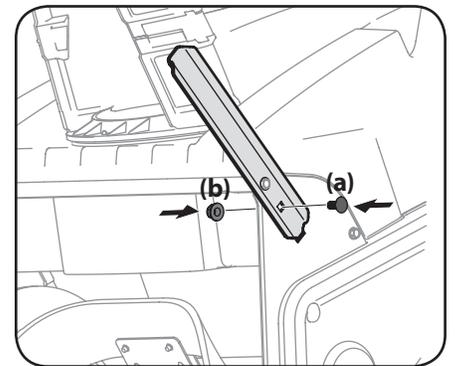

Figura 2-16
2. Instale los cortadores y asegure con los pernos de carro (a) y las tuercas de seguridad con brida (b) que extrajo en el Paso 1. Consulte la Figura 2-16.